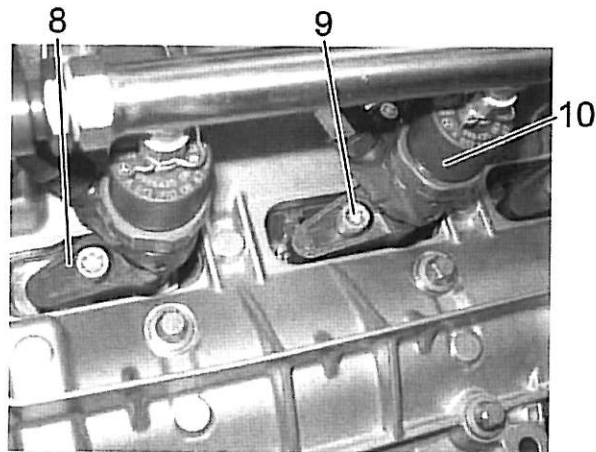

Bild 3 / Fig. 3
10. Die Injektoren zusammen mit den neuen Injektorhaltern in den Zylinderkopf einsetzen. Siehe Bild 3.
11. In die Injektorhalter neue Torxschrauben einsetzen. Siehe Bild 3.
10. Insert the new injectors together with the new mounting brackets into the cylinder head. See Fig. 3.
11. Attach new torx screws to the mounting brackets. See Fig. 3.